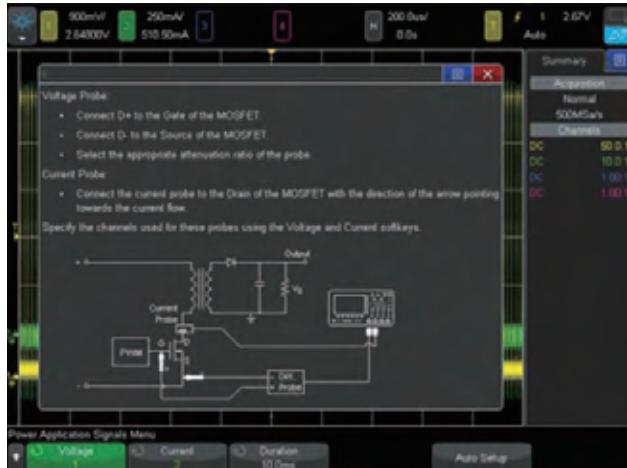

图 24：调制测量连接图。
4. 使用示波器通道 1 输入的 N2790A 电压探头连接选通／时基(红色引线)与开关晶体管的源极／发射机(黑色引线)，如图 24 连接图所示。注意，连接图显示电流探头与漏极连接，但此测量中该连接是不必要的。